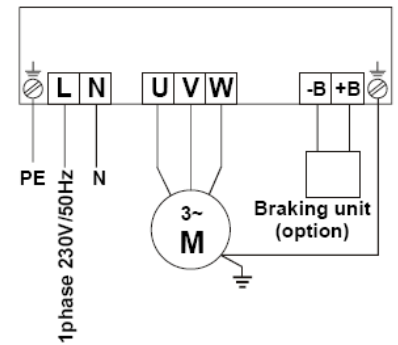

Рис. 1
- реле состояния: на клеммную плату управления (клеммы **11,12,13** – см. рис. 1) выведены беспотенциальные переключающие контакты реле: